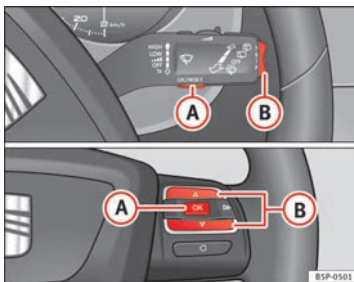

Abb. 41 Wipptasten A und B. Bedienelemente am Lenkrad.
- Zum Umschalten von einem Speicher auf einen anderen drücken Sie bei eingeschalteter Zündung kurz die Taste  $\Rightarrow$  Abb. 41 **(A)** am Scheibenwischerhebel oder die Taste **(A)** der Bedienelemente am Lenkrad  $\Rightarrow$  Abb. 41.